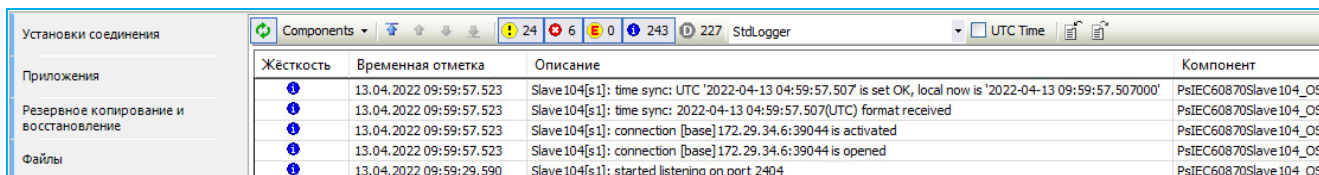

Рисунок 26 – Сообщения о получении команды синхронизации времени
– получение команды синхронизации времени от мастера (Рисунок 26).